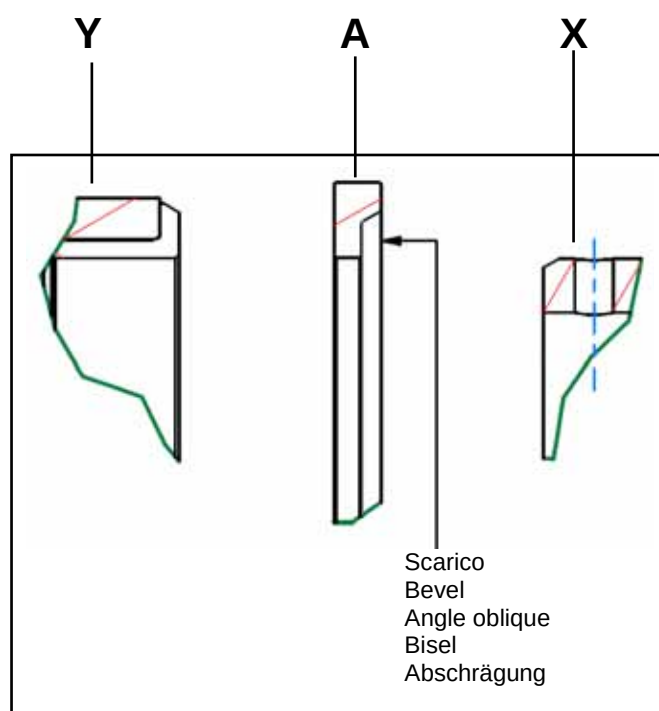

fig.30/1
- Das Distanzstück **A** (Abb.30/1 und 30/2) auf die Achse stecken, so dass die Abschrägung gegen den Anbau-rahmen **X** zeigt (Detail **P** – Abb.30/1);
- die Achse des Anbau-rahmens in das Rohrstück **Y** am Querbalken stecken (Abb.30/1 und 30/2);
- den Anbau-rahmen mit der Schraube **B**, dem Distanzstück **C** und der Mutter **D** (Abb.30/2) festmachen.